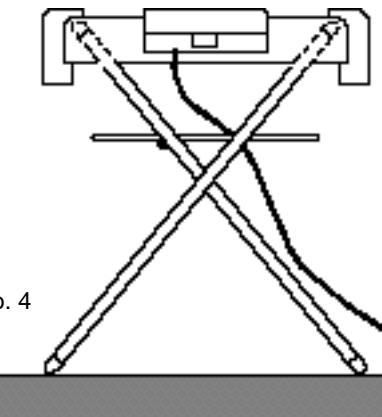

Abb. 4
- 5) Den Tischgrill wie auf Abb. 4 gezeigt auf dem Gestell positionieren.